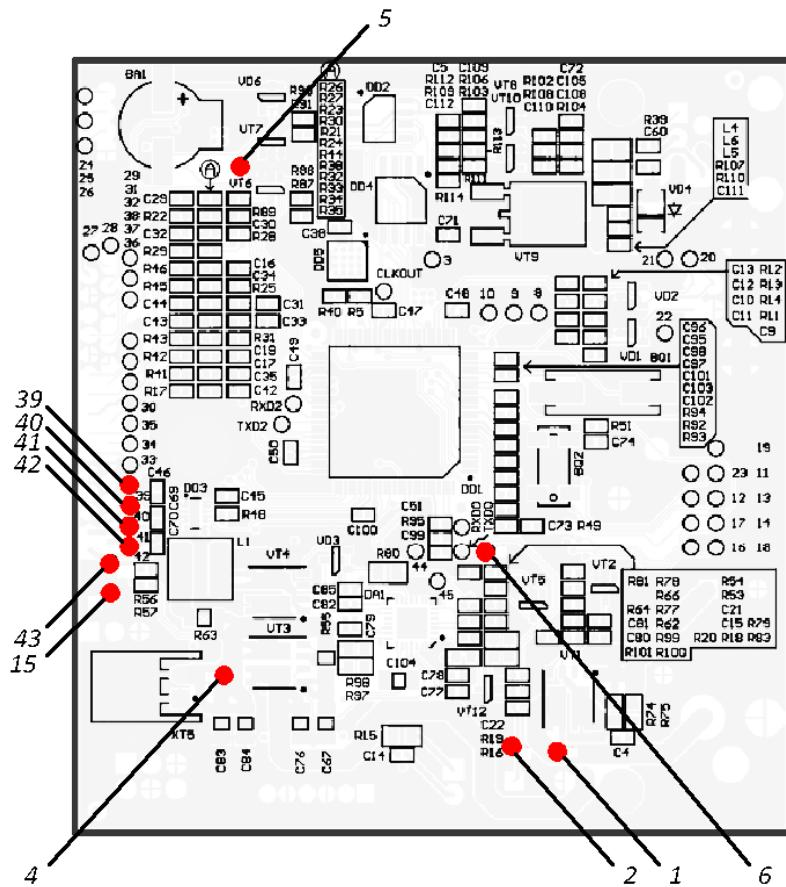

Рисунок 34. Расположение контрольных точек на БУ AL.P220.40.000 rev.1.2
- Установить на мультиметре режим проверки постоянного напряжения. Установить отрицательный щуп мультиметра в контрольной точке **15** (для БУ rev. 1.1 рисунок 32, для БУ rev. 1.2 рисунок 34).